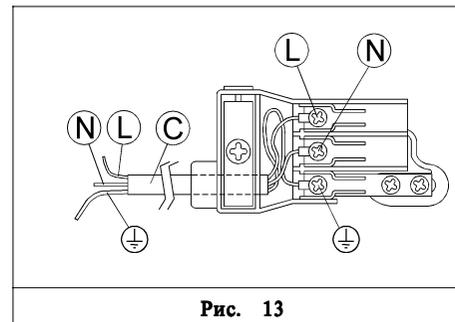

Рис. 13
- Подсоединить к подводящему кабелю "С" (см. рис. 13) соответствующую указанной на опознавательной табличке потребляемой мощности вилку, если таковая не предусмотрена в комплекте. Подсоедините провода согласно схеме, указанной на рис. 13, следя за соблюдением нижеприведенных соответствий: